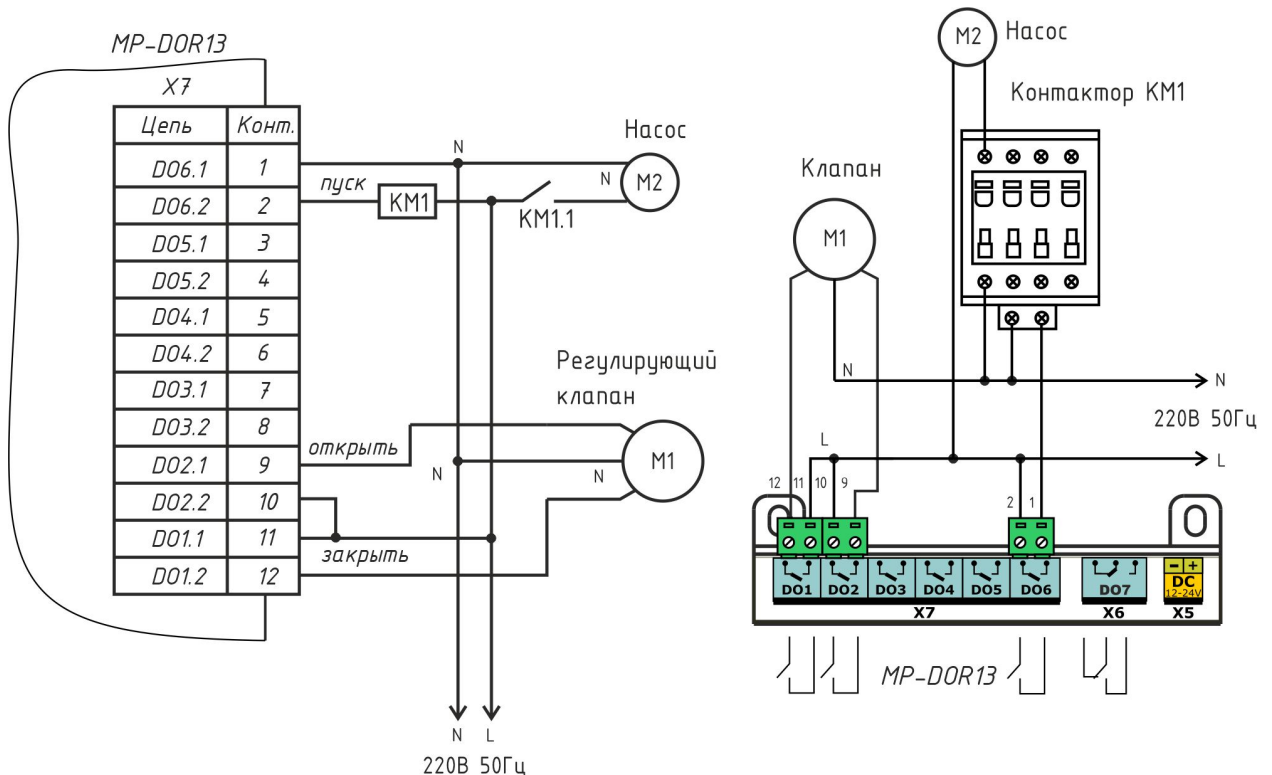

Рисунок 5 – Подключение исполнительных механизмов
1. Модуль позволяет подключать до 13 шт. исполнительных устройств (контакторов, реле и проч.) к дискретным выходам DO1-DO13. Исполнительные устройства подключаются к ответной части клеммного соединителя разъема X2, X6, X7 «под винт» (рисунок 5).